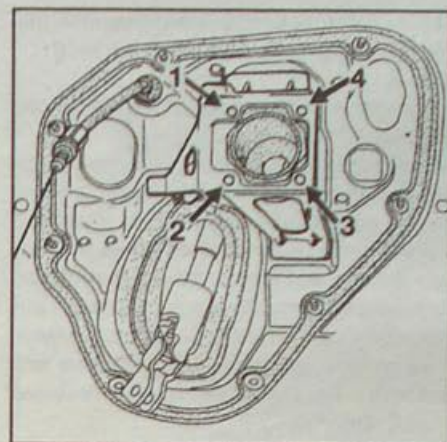

Рис. 12.19. Расположение гаек крепления вакуумного усилителя тормозов
- Головкой Fre. 1396 с трещоткой отверните гайку 4 (рис. 12.19) крепления вакуумного усилителя тормозов.
- Отверните гайки 1, 2 и 3 (рис. 12.19) крепления вакуумного усилителя тормозов.
- При необходимости для доступа к гайке 4 (рис. 12.19) крепления вакуумного усилителя тормозов освободите от хомутов шланги радиатора отопителя и отведите их в сторону.